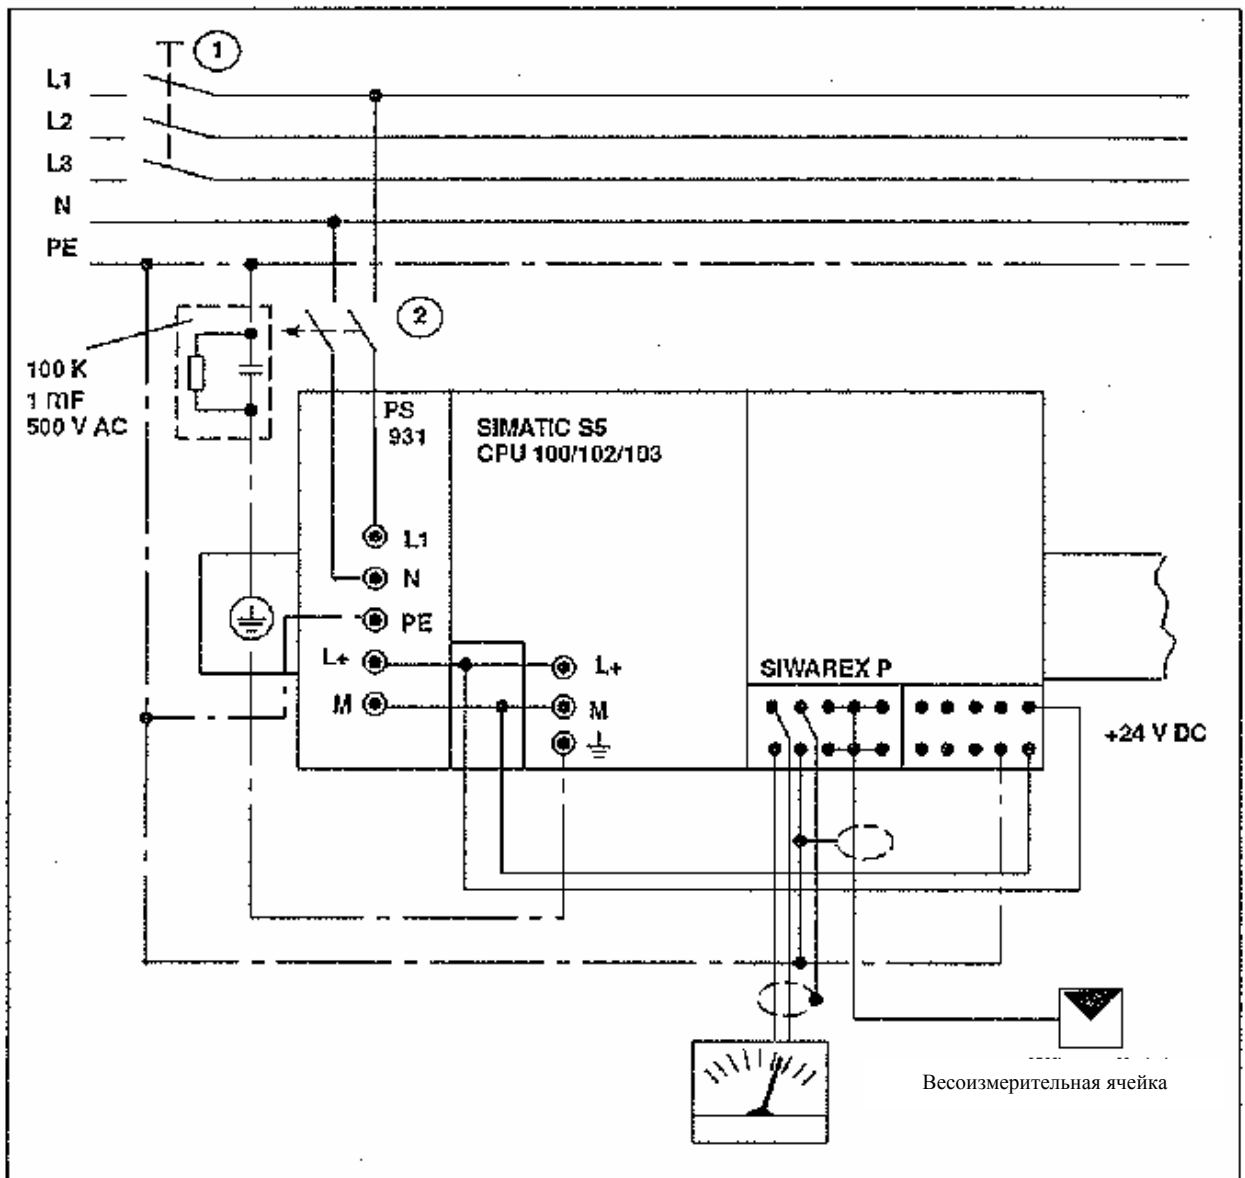

Рис. 1.9 *SIWAREX P с SIMATIC S5-100U (не заземлен)*
- c) При незаземленной эксплуатации (рис. 1.9) необходимо емкостно соединить стандартную профильную шину устройства автоматизации с защитным проводом (отвод высокочастотных помех).